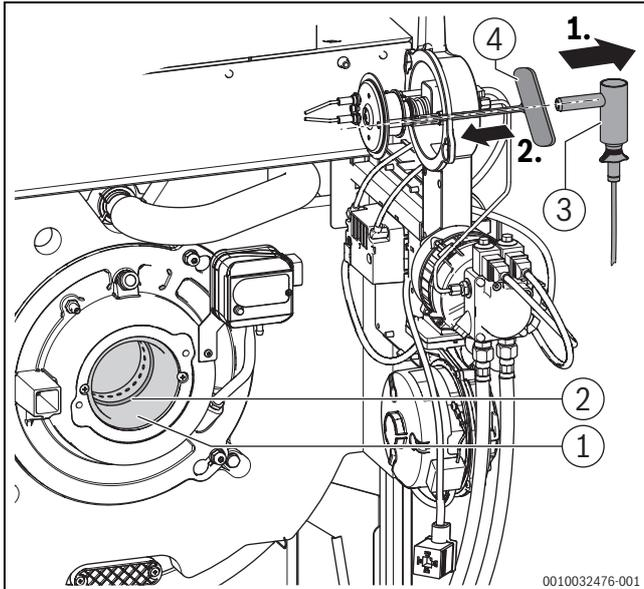

Bild 72 Dichtung prüfen (Serviceposition 1), Verwendung Innensechskantschlüssel zur Ausrichtung des Mischsystems
- ▶ Brenner in Serviceposition 1 bringen (→Bild 72).
- ▶ Winkelhalter mit Flammenfühler (→Bild 72) aus Brennergehäuse ziehen.
- ▶ Zur Ausrichtung des Halterohres des Flammenfühlers mit dem Sichtrohr des Mischsystems einen Innensechskant-Steckschlüssel (Schlüsselweite 5) als Lehre von der Brennergehäusesseite einführen (→Bild 72).
- ▶ Winkelhalter mit Flammenfühler (→Bild 72) wieder bis zum Anschlag in Brennergehäuse einstecken.